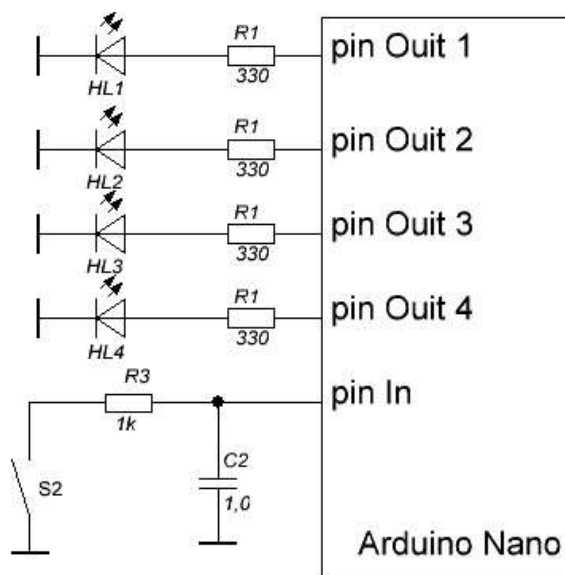

Рис. 4.1 – Схема макету
1. Зібрати макет відповідно схеми на рис. 4.1.